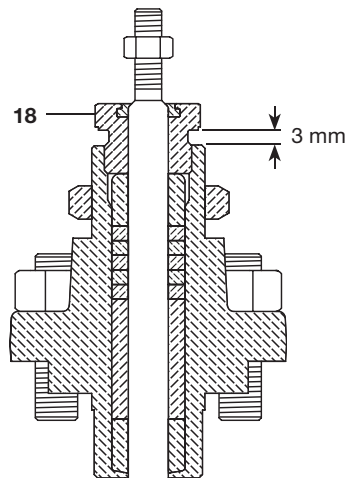

图12
- 拧紧填料螺母 (18) 直到:
- ii) 石墨阀杆密封的安装: 压盖螺母下部同阀盖顶部之间距离3mm, 参考图12。
- 重新安装锁紧螺母 (3)。